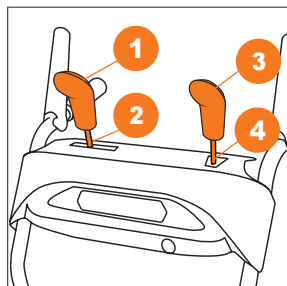

Рис. 13
- Накрутите рукоятки ❶ ❸ рычагов управления на соответствующие штанги ❷ ❹ (Рис. 13).